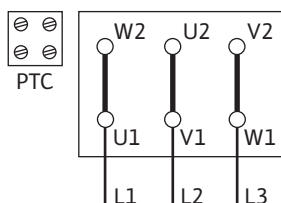
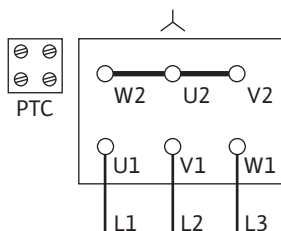

Fig. 10: Avviamento Y-Δ
Fig. 11: Collegamento Y
- L'alimentazione di rete dipende dalla potenza motore P2, dalla tensione di rete e dal tipo di connessione. Per il collegamento necessario ai ponti di connessione nella morsettiera, fare riferimento alla seguente tabella e alle Fig. 10, 11 e 12.
| Diretta          | Collegamento Δ(Fig. 10)                       | Collegamento Y(Fig. 11)  | Collegamento Δ(Fig. 10 sopra)                 |